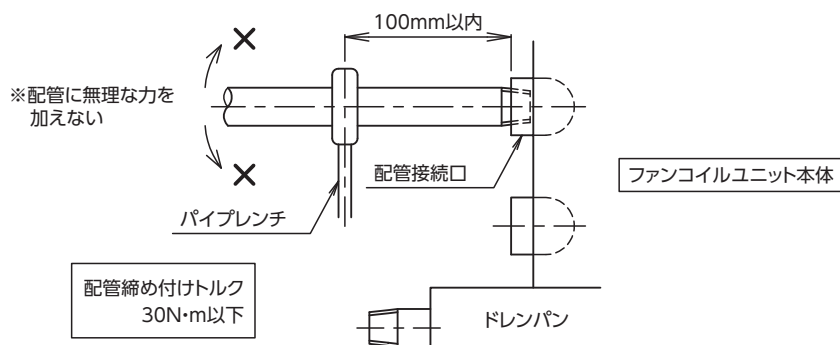

図3-1 冷温水配管施工時の注意事項
- ・管または仕切弁などをコイルに接続するときは、パイプレンチは配管接続口より100mm以内にかけてねじ込んでください。離れた位置にかけてねじ込むとコイルに無理な力が加わり、銅管部の破損により水漏れが発生するおそれがあります。(図3-1参照) また、配管締め付けトルクは30N・m以下としてください。